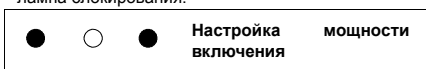

Fig. 2.42
- 5 Для настройки мощности включения, индикаторные лампы должны быть в положении как на Fig. 2.42.